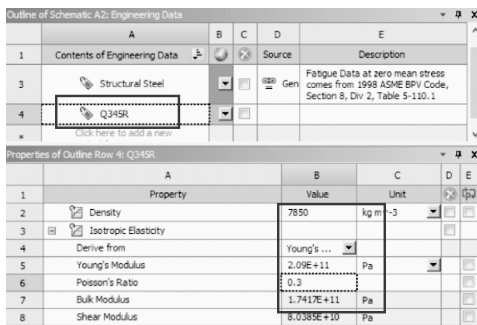

图 4-71 创建材料
(4) 在左侧单击【Linear Elastic】展开→双击【Isotropic Elasticity】→【Properties of Outline Row 4: Q345R】→【Young's Modulus】= $2.09\text{E}+11\text{Pa}$ 。
(5) 【Properties of Outline Row 4: Q345R】→【Poisson's Ratio】= 0.3，如图 4-71 所示。
(6) 单击工具栏中的【A2: Engineering Data】关闭按钮，返回到 Workbench 主界面，新材料创建完毕。